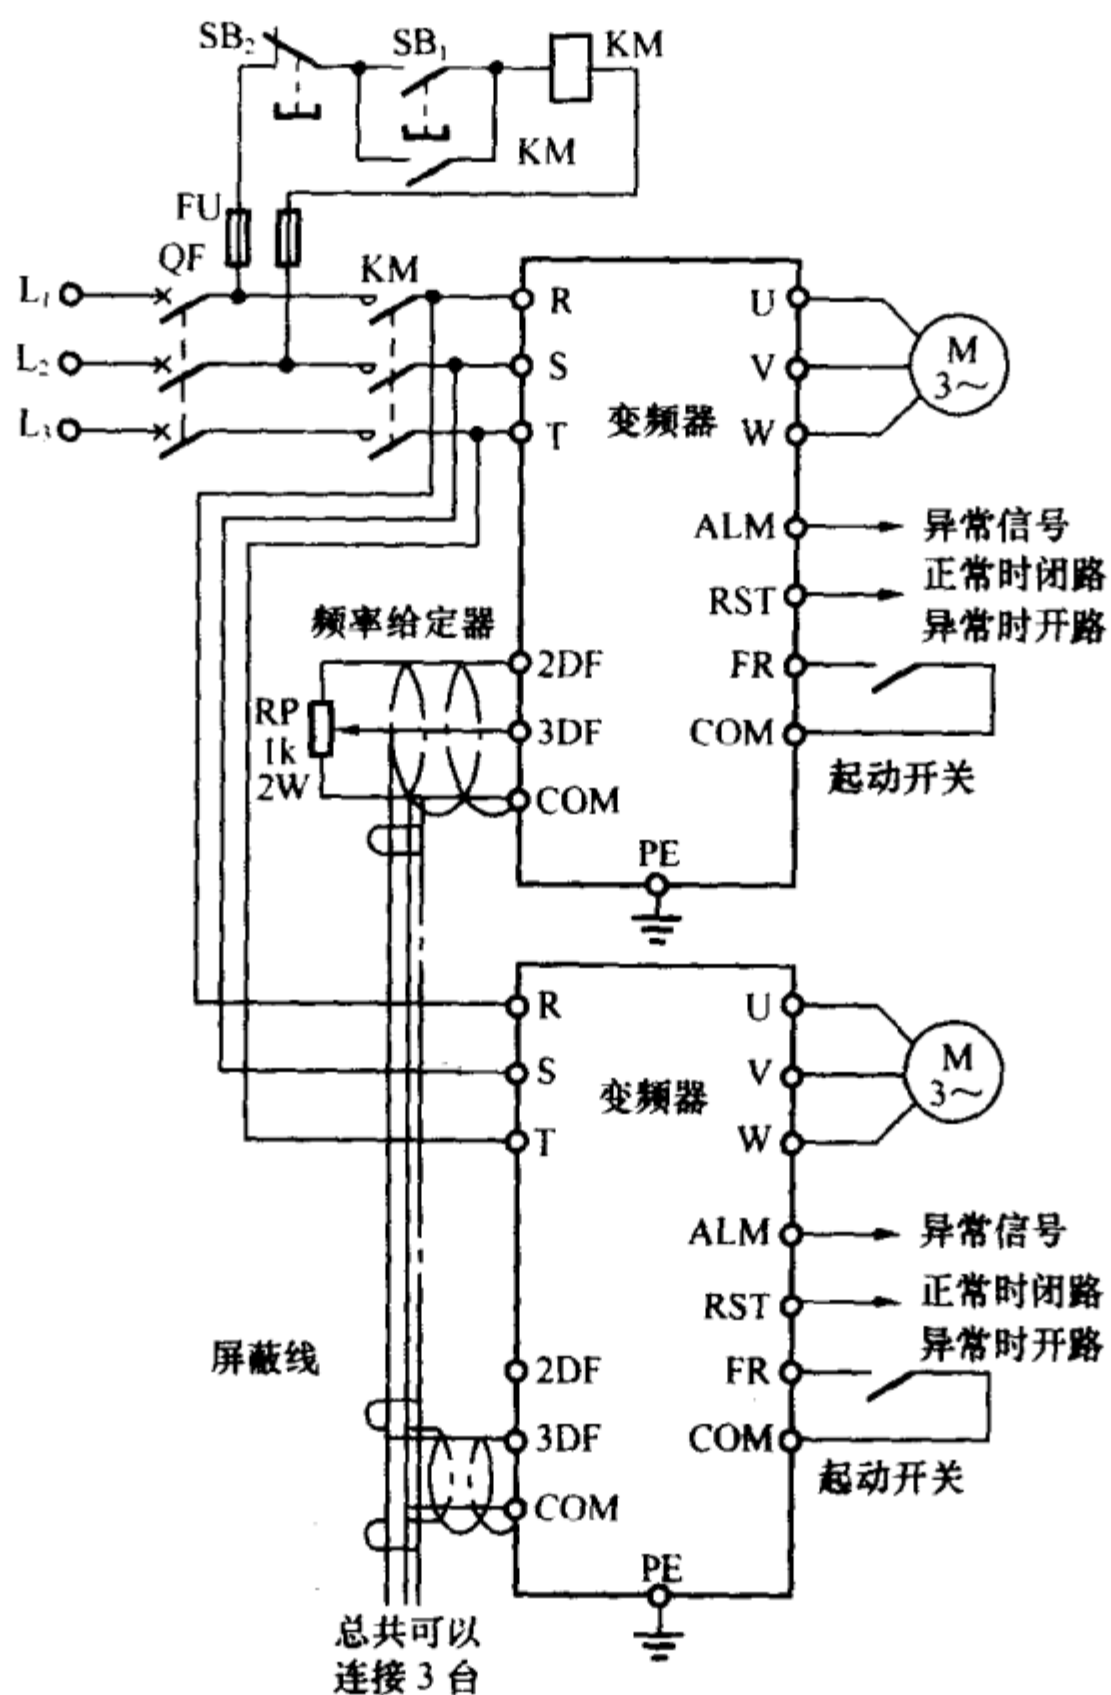

图 36 一台频率给定器控制多台电动机并联运行的线路
(3) 线路之三。用一台频率给定器控制多台电动机并联运行的线路如图 36 所示。